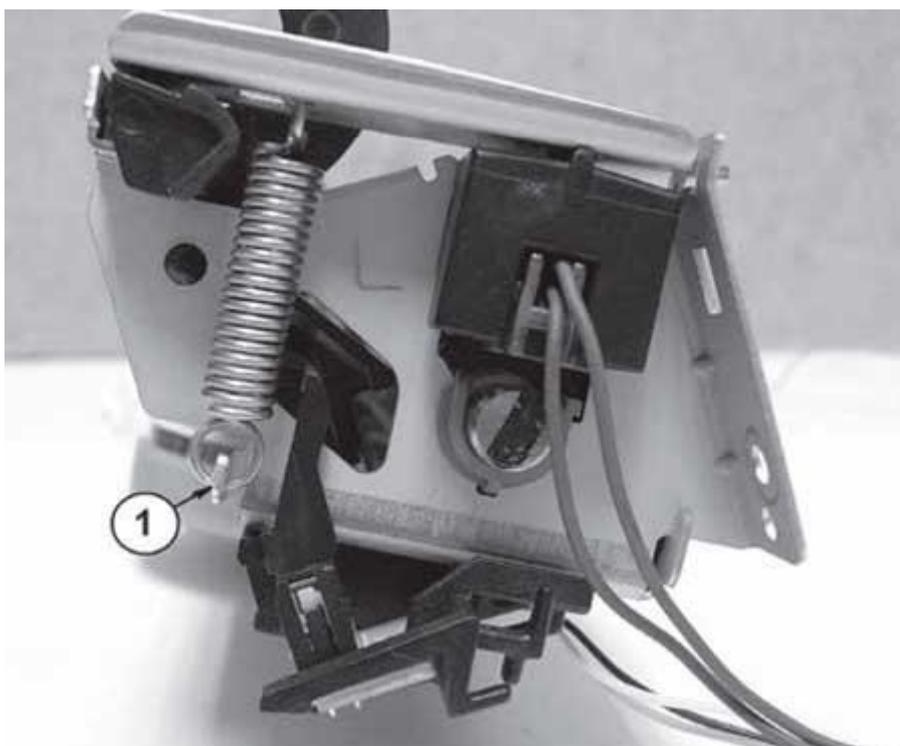

Рис. 13. Пружины на нижнем упоре
2. Устанавливают рычаги прижима в рабочее положение (перемещают их к себе) и снимают пружины с нижних упоров (рис. 13, поз. 1). На рисунке показана левая сторона узла. На правой стороне снятие пружины выполняется аналогично.